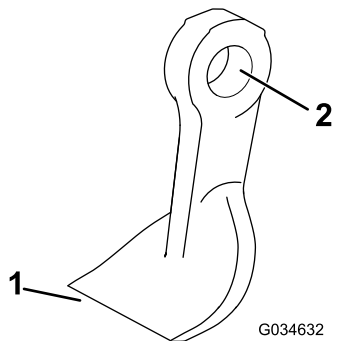

Figura 21
- Controllate ogni lama per escludere danni, con particolare attenzione a dispositivi di fissaggio, taglienti e fori di montaggio (Figura 21). Sostituite tutte le lame e i dispositivi di fissaggio danneggiati.